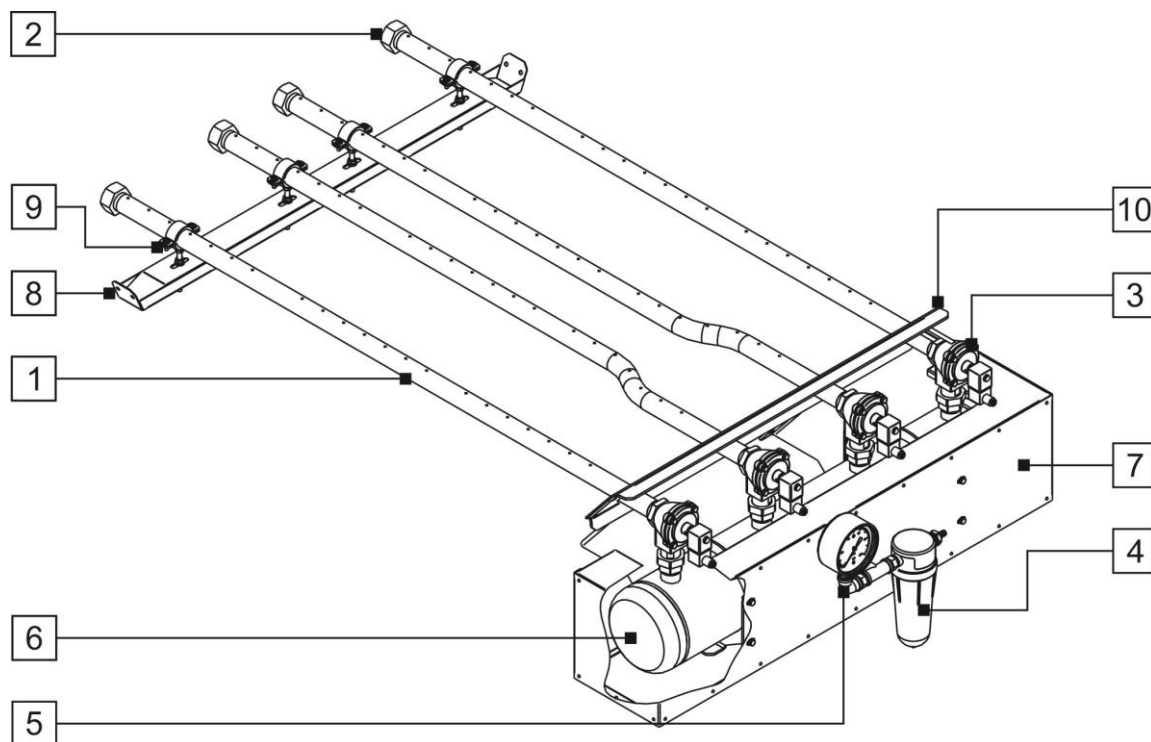

Рис. 16
1.4.14. СИСТЕМА РЕГЕНЕРАЦИИ СИТА УЗЛА РАССЕЙВАНИЯ (для модификаций «АВТОМОЛ – 6050 М19» и «АВТОМОЛ АКТИВИСТ – 6050 М19») служит для очистки поверхности сита от частиц продукта помола застрявших в ячейках. Система регенерации сита узла рассеивания (Рис. 16) состоит из перфорированных трубок (1) на концах которых установлены заглушки (2), мембранных (импульсных) электрических клапанов (3), фильтра-осушителя (4), манометра (5), ресивера (6), кожуха (7), монтажной рейки (8), хомутов (9), монтажной пластины (10).